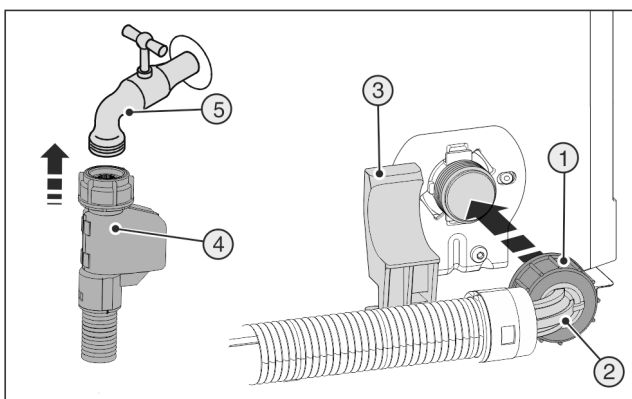

Fig. 8
- ▶ Prosty koniec węża Fig. 8 (4) podłączyć do zaworu odcinającego Fig. 8 (5).